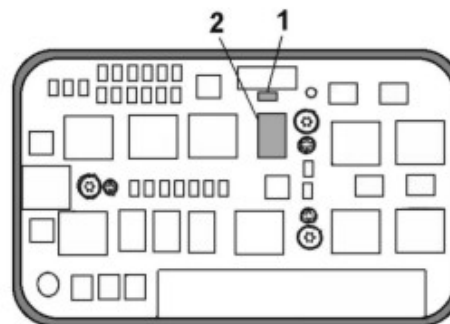

Figura 7.
Situar las guías (2) hasta su posición correcta con útil adecuado, y apretar los 3 tornillos (1). (*Figura 7*)
Con l'ausilio di un attrezzo idoneo, spingere verso il basso i perni di posizionamento (2) fino all'arresto. Stringere la vite sinistra (1). (Figura 7)